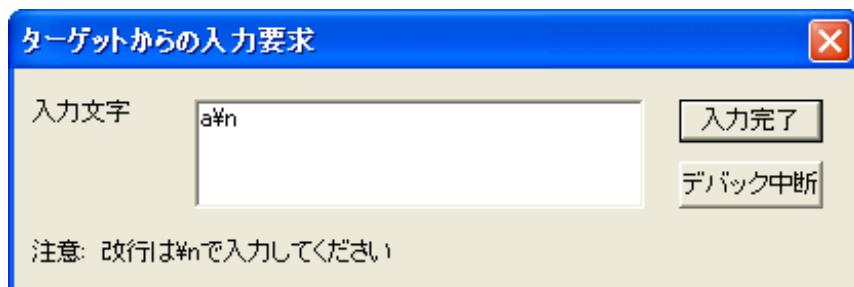

図 28 入力要求
ウォッチ変数を追加したら、[F10] キーを入力するか [ステップ実行] ボタンを押します。ソース中の `getchar()` の呼び出しにより、図 28 のようなウィンドウが表示されますので、入力文字としてアルファベット 1 文字と "¥n" をタイプし [入力完了] ボタンを押してください。
- デバッグ中は標準出力がログウィンドウに表示され、標準入力は図 28 のような入力画面から行いますが、リリースコンパイル(ROM 化)を行った際は、標準入出力はシリアル 1 と接続されます。デバッグ時と同じ方法でシリアル 1 とパソコンを接続し、パソコンでターミナルソフトを実行することで、標準出力をターミナル画面に表示し、標準入力へ入力を行うことができます。